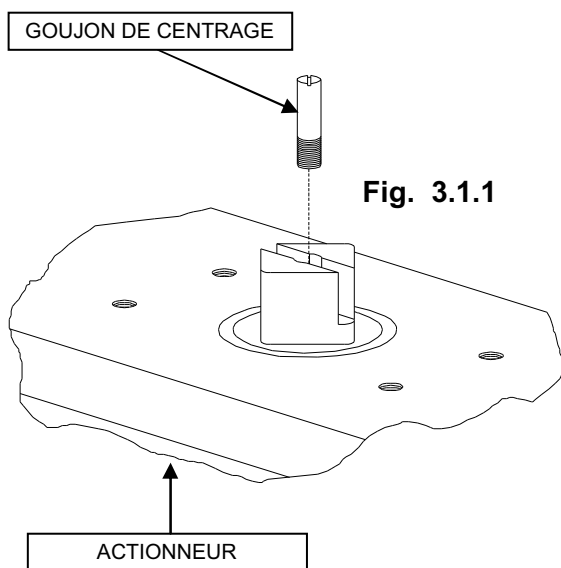

Fig. 3.1.1
1. Visser le goujon de centrage du positionneur dans le goujon de l'actionneur (Fig.3.1.1).
3. Fixer la bride sur l'actionneur au moyen des 4 vis M5 (Fig. 3.1.1).